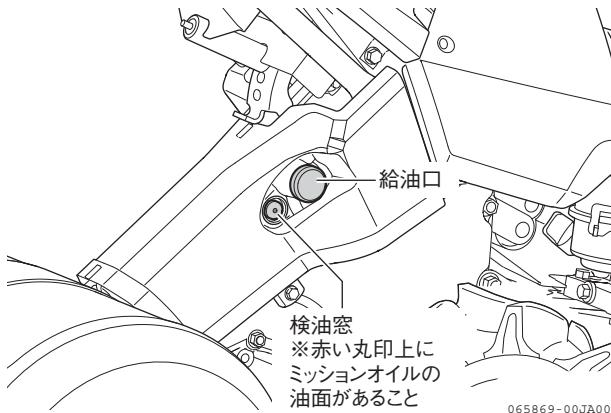

図 4-17 点検のしかた
2. 檢査窓の赤い丸印上にミッションオイルの油面があることを確認します。(図 4-17)